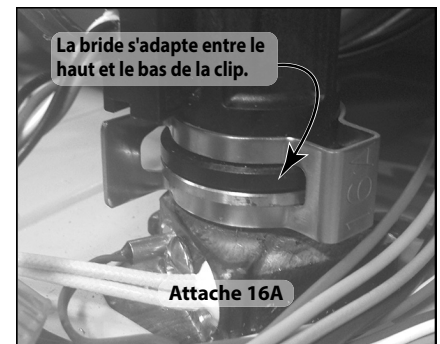

Figure 70
- Une attache 16A, qui sécurise le raccord du débitmètre/régulateur de débit au raccord d'entrée d'eau, **voir Figure 70**. Voir aussi item 461 on page 74.